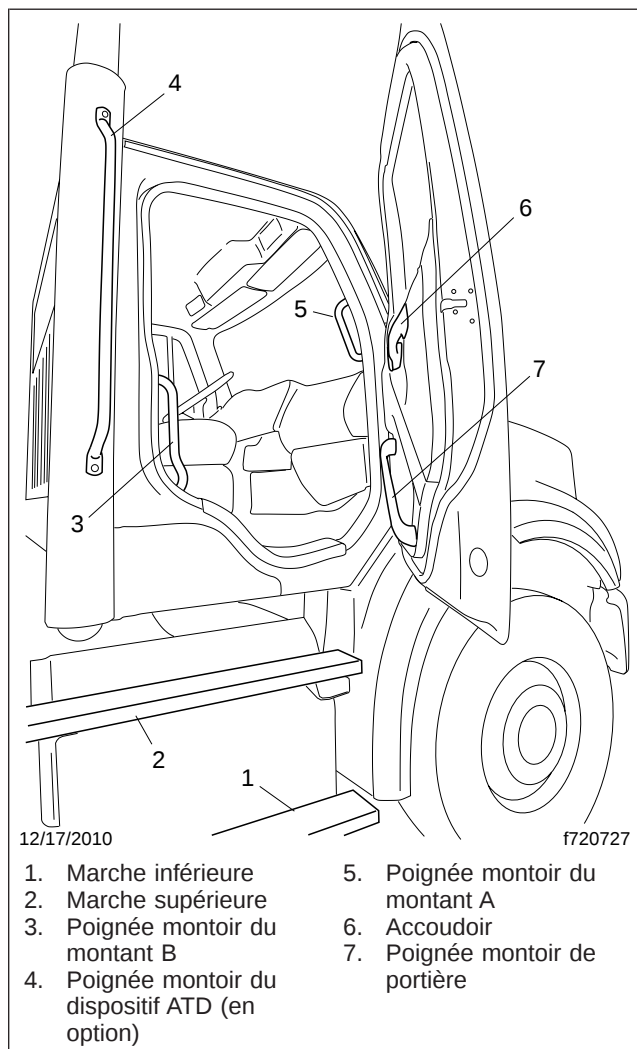

Fig. 2.5, Système d'accès à la cabine, côté passager et arrière de la cabine
2. Avec la main gauche, saisissez la poignée montoir du montant B. Voir la figure 2.5.
2. Debout et face au siège, saisissez des deux mains la poignée montoir du montant A puis posez le pied droit sur la marche supérieure. Voir la figure 2.5.